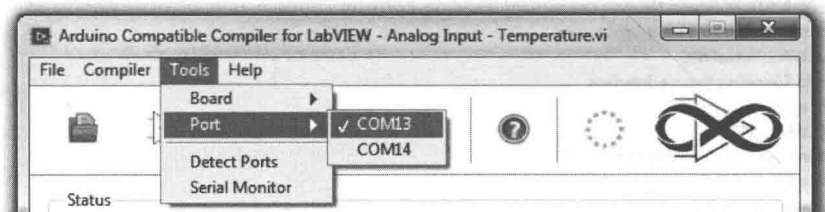

图 1-4 选择 Arduino 硬件板的串口
3) 在“Tools”菜单下单击“Port”, 选择相应的外连 Arduino 硬件板的串口 (见图 1-4)。